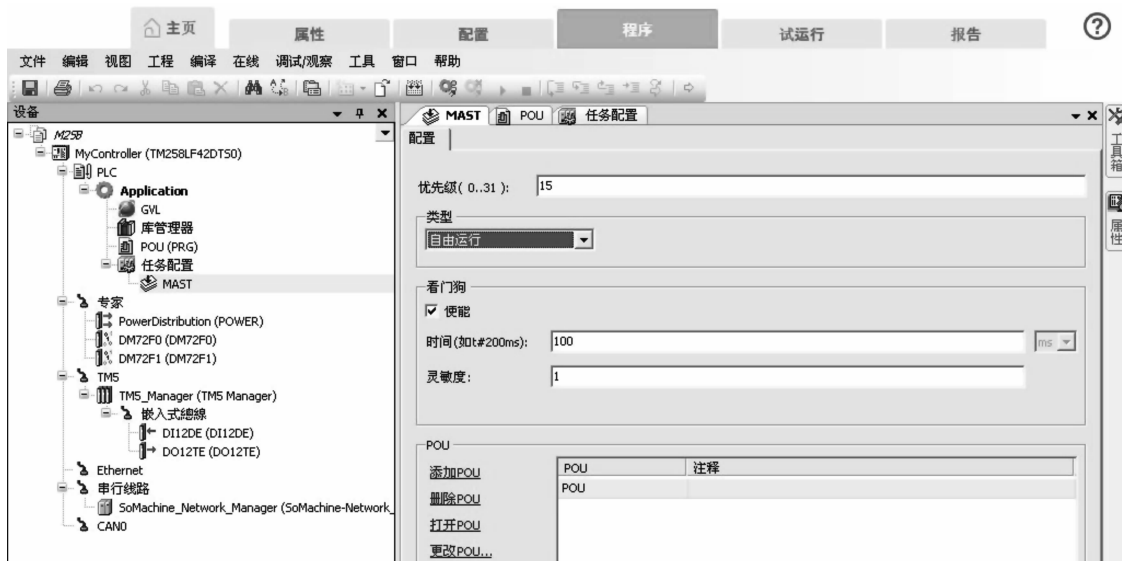

图 5-27 任务属性的定义
双击任务配置，会显示出属性和监视。在属性栏目，列出了任务的 4 种属性和可执行的数目。在监视栏目，你可以观察到任务的运行周期和次数，以便改进程序和评估控制器执行性能能否满足工艺要求。在任务栏目下，自动生成一个 MAST，用来定义任务的属性，如图 5-27 所示。
双击 MAST 打开配置，如图 5-27 所示。最先看到的是执行的优先级。级别最高为 ‘0’。最低为 ‘31’。在类型选项中，有 4 种类型可选。
- 1) 自由运行：如图 5-27 所示，程序的运行从头到尾执行，由于每个周期的运行时间不一样，所以每次对程序的执行周期也是不一致的。